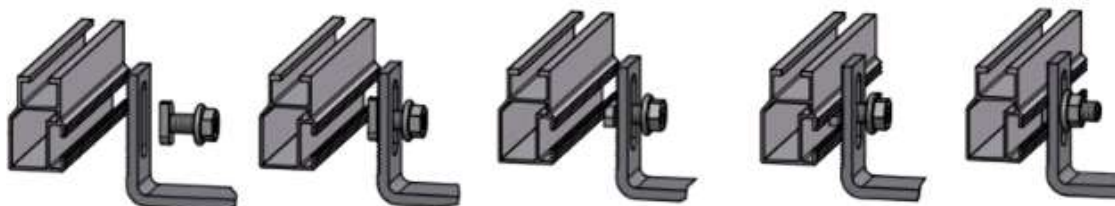

Abbildung 122 Trägerprofil-Montage
- Mit dem obersten oder untersten Trägerprofil beginnen. Schrauben nach den Befestigungspunkten (z.B. Dachhaken) ausrichten und montieren. Siehe Abbildung 122.